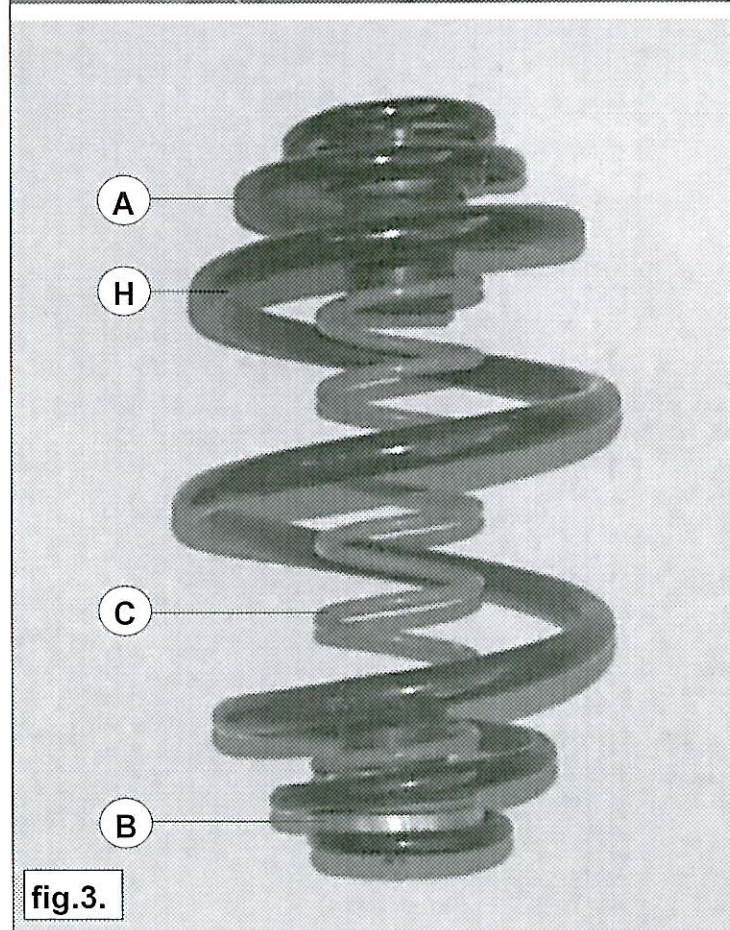

fig.3.
7. Placez le support de ressort A dans le ressort principal H. Voir figure 3.